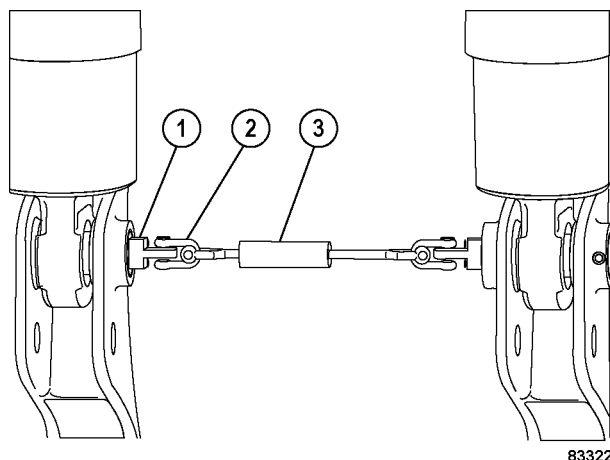

FIGURA 3-3. HERRAMIENTA DE EXTRACCIÓN DEL PASADOR DE LA SUSPENSIÓN TRASERA
9. Instale el extractor del pasador (1, Figura 3-3) en cada pasador inferior utilizando los tornillos que se indican en la Tabla 1. Apriete los tornillos a $240 \pm 24 \text{ N}\cdot\text{m}$ ($177 \pm 17 \text{ ft lb}$).
10. Fije ambos grilletes (2) al cilindro (3).